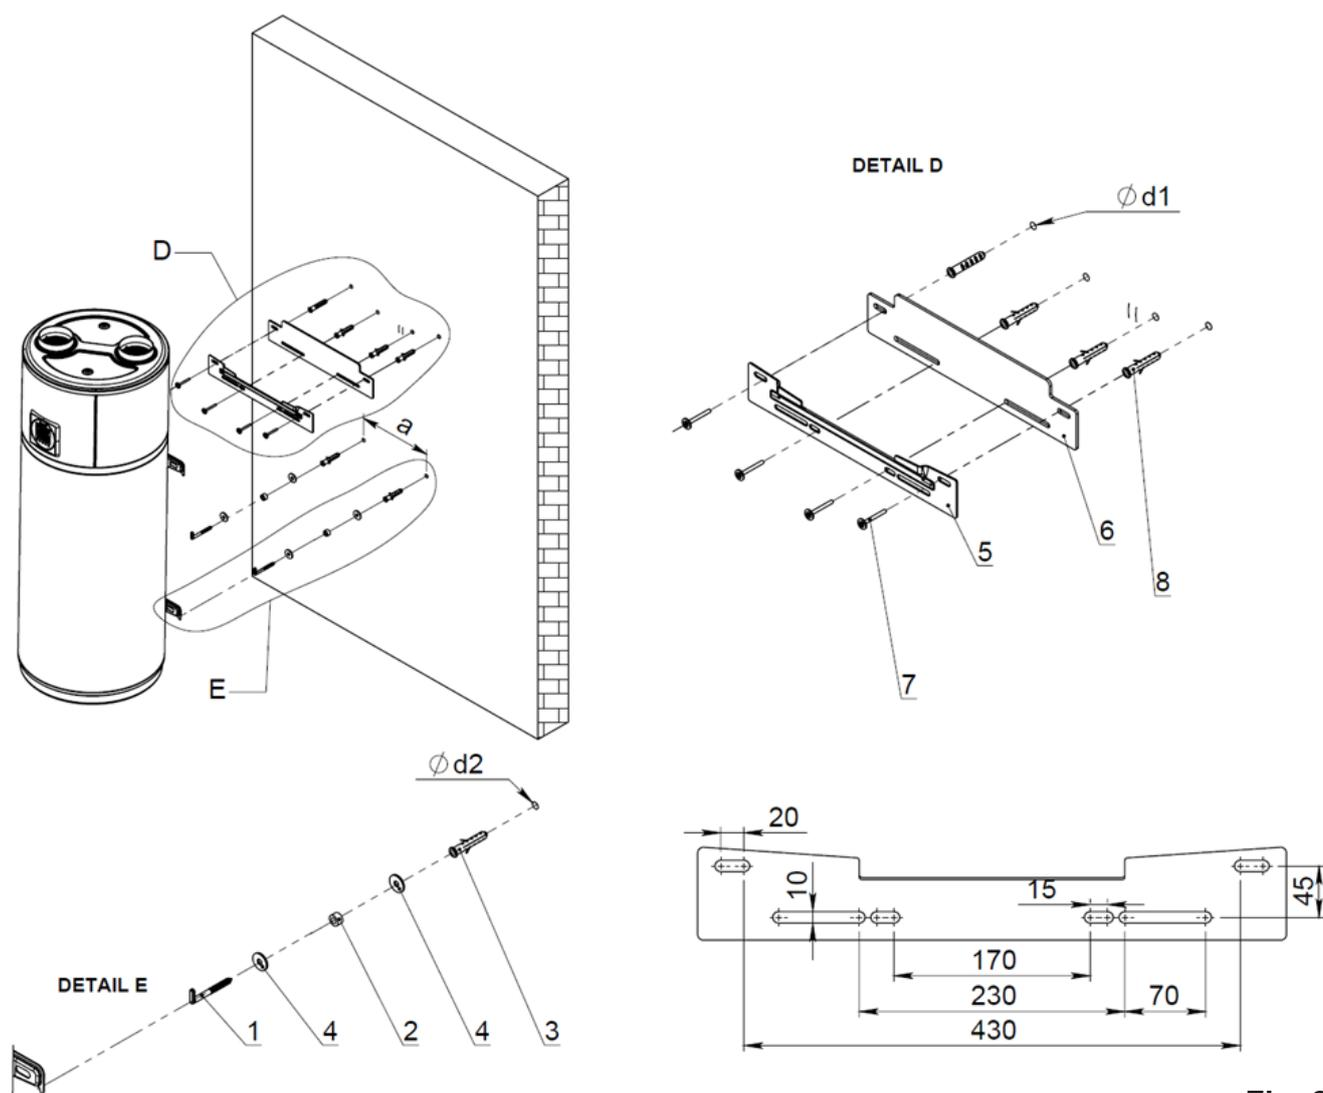

Fig. 24
6.2.1 Instalación en una pared de ladrillos. (fig. 24)